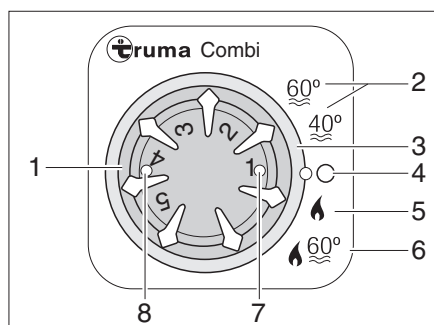

Fig. 112 Centralina di controllo per riscaldamento/boiler
- Impostare la modalità di funzionamento tramite l'interruttore girevole (Fig. 112,3).
Il riscaldamento seleziona da solo lo stadio necessario del bruciatore a seconda dello stadio di riscaldamento regolato. Durante la modalità di funzionamento "Riscaldamento e boiler" (Fig. 112,6) si riscalda anche l'acqua nel boiler. Nella modalità di funzionamento "Riscaldamento senza boiler" (Fig. 112,5) il riscaldamento può funzionare anche con boiler vuoto.
- Posizionare la manopola della temperatura (Fig. 112,1) della centralina di controllo sullo stadio di riscaldamento desiderato.
- Posizionare l'interruttore girevole (Fig. 112,3) sul funzionamento invernale "Riscaldamento senza boiler" (Fig. 112,5) o sul funzionamento invernale "Riscaldamento e boiler" (Fig. 112,6).
La spia di controllo verde (Fig. 112,7) si accende.
- Posizionare l'interruttore girevole (Fig. 112,3) su "O" (Fig. 112,4).